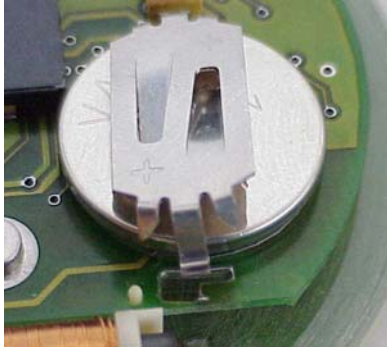

Figura 2
3. Allentare con cautela la staffa della batteria dalla scheda (Figura 2).
5. Inserire le nuove batterie; il polo positivo deve essere rivolto verso l'alto (Figura 2). Toccare le nuove batterie solo con guanti puliti privi di grasso o simili.